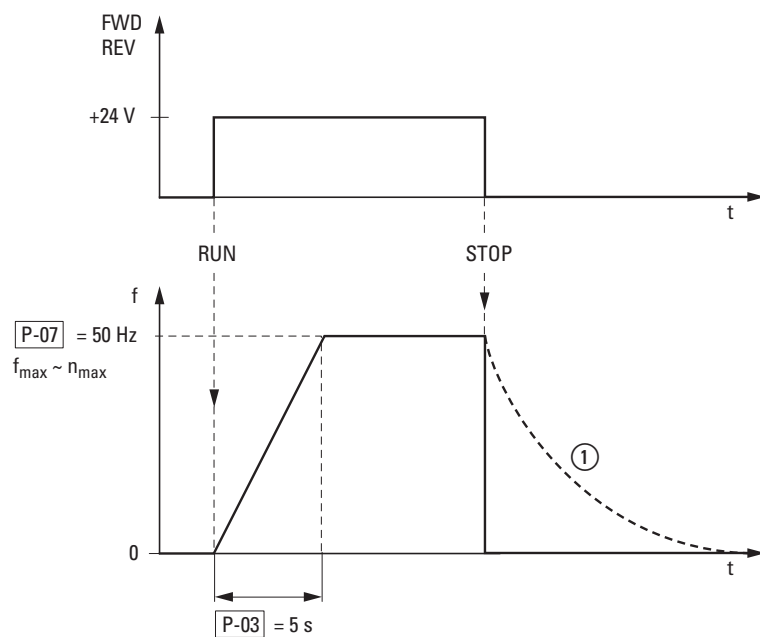

Рисунок 55: Последовательность команд запуска-остановки с максимальным заданным значением напряжения и продолжительностью ускорения равной 5 с.
График процесса при включении сигнала запуска (FWD/REV) и подаче максимального напряжения заданной точки (+10 В) изображен на Рис. 55 (Страница 88). Скорость вращения двигателя следует за частотой на выходе в зависимости от нагрузки и момента инерции (скольжения) от 0 до  $n_{max}$ .
При отключении сигнала запуска (FWD/REV) происходит немедленная остановка преобразователя (STOP). В двигателе начинается неконтролируемый процесс остановки (см. ① на Рис. 55).